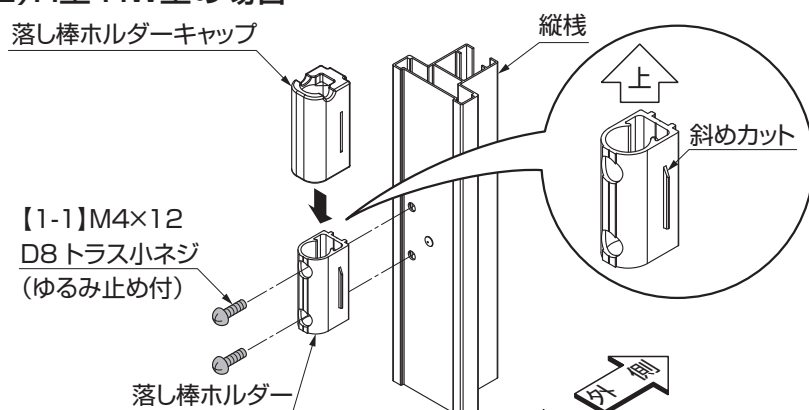

図6-2
①本体の家側の縦棧に、落し棒ホルダーを斜めカットを上にして、【1-1】で固定してください。(図6-2参照)
②落し棒ホルダーキャップを、上からはめ込んでください。(図6-2参照)